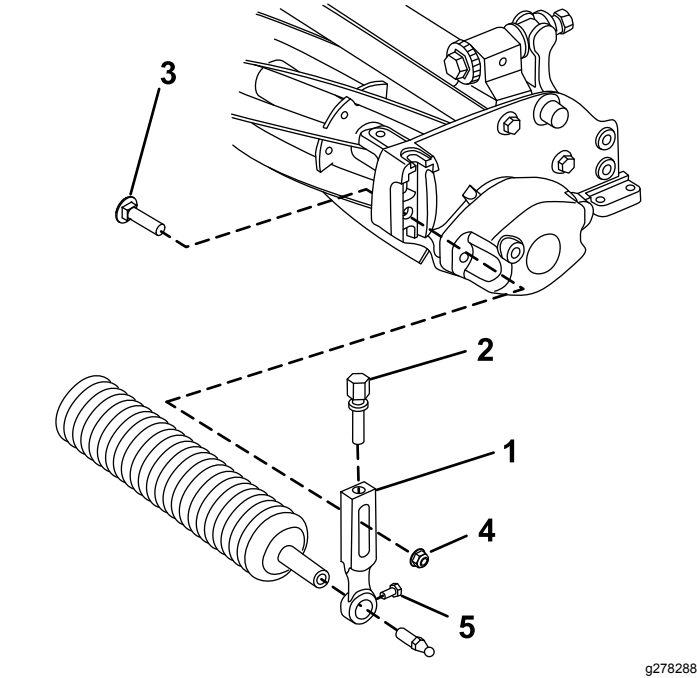

图3
- 卸下将其中一个剪草高度臂固定至滚刀组侧板的防松螺栓、垫圈及凸缘锁紧螺母图3。